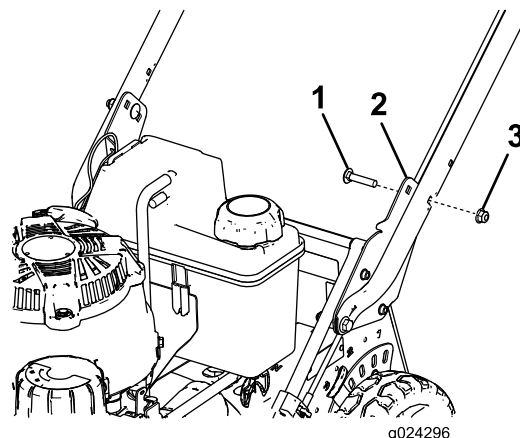

Figura 6
2. Soporte del manillar (2)
6. Sujete el manillar a los soportes del manillar en la posición de altura deseada con 2 pernos de cuello cuadrado (5/16 x 1-1/2") y 2 tuercas con arandela prensada (5/16"), según se muestra en Figura 6.